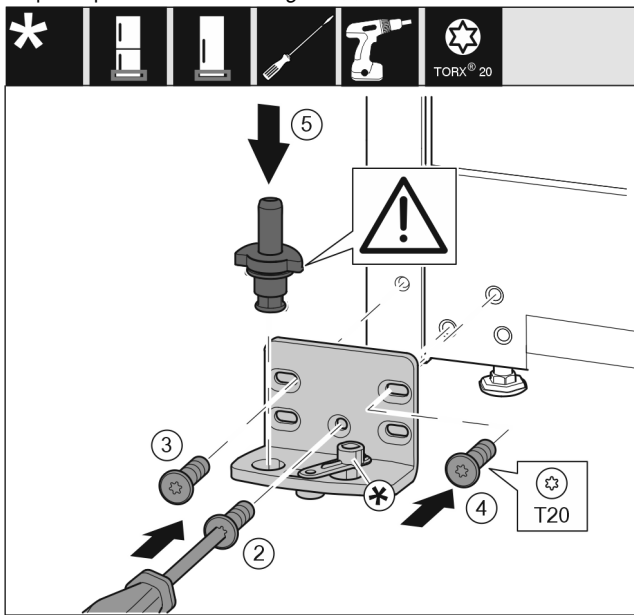

Fig. 18
- Vendosni bazamentin mbështetës në anën tjetër dhe mbërthejeni me ndihmën e një kaçavide. Filloni me vidën Fig. 18 (2) poshtë në mes.
- Mbërtheni fort vidën Fig. 18 (3) dhe vidën Fig. 18 (4).
- Vendosni komplet në vend bulonin e rrotullimit Fig. 18 (5). Këtu bëni kujdes që gunga ndaluese të jetë e kthyer nga poshtë.